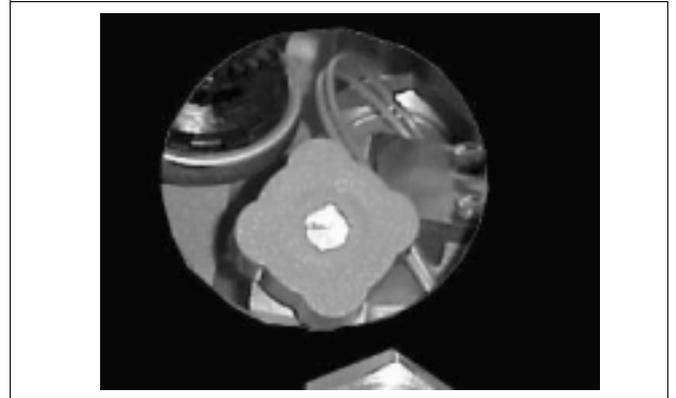

Fig. 52 Rubinetto di carico.
- Aprire gradualmente il rubinetto di carico (fig. 52/53) e controllare il funzionamento di tutti i disareatori automatici del sistema.